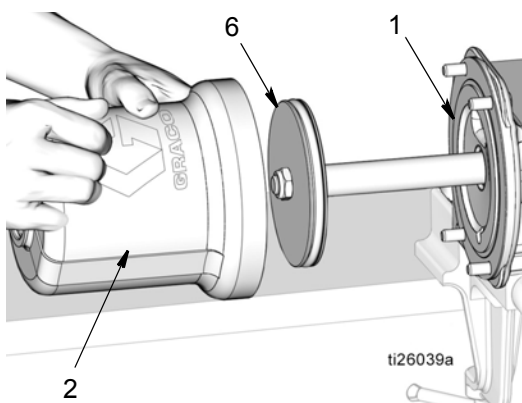

FIG. 52
- a. Utiliser un chiffon propre pour essuyer l'intérieur du cylindre pneumatique (2) et supprimer toute saleté ou tout contaminant.
- b. Appliquer une légère couche de graisse sur les surfaces intérieures du cylindre pneumatique (2). Faire glisser le cylindre pneumatique (2) sur le piston (6) et le pousser jusqu'à ce qu'il soit en butée sur la base de la pompe (1). Voir FIG. 52.